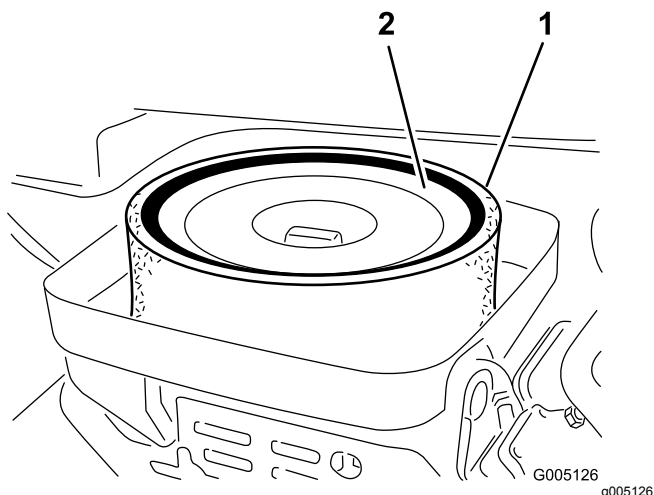

**Figura 27**
1. Limpe a cobertura do filtro de ar (Figura 27).